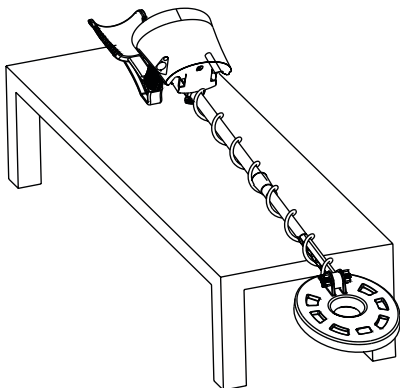

Abb. 7
1. Hierzu legen Sie ihn flach z.B. auf einen Holz- oder Plastik-Tisch. Lassen Sie die Suchspule ca. 15 cm über die Tischkante ragen (Abb. 7). Achten Sie bitte darauf, dass sich der Metalldetektor nicht von selbst bewegen kann oder vom Tisch rutscht.